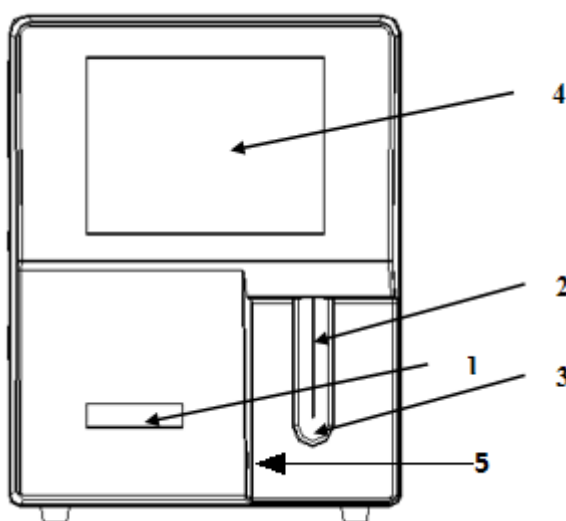

Рисунок 3-1 Передний вид анализатора
- 3) Аспирационный ключ анализатора (см. Рисунок 3-1 Вид анализатора спереди) должен регулярно вытираться спиртом (75%).